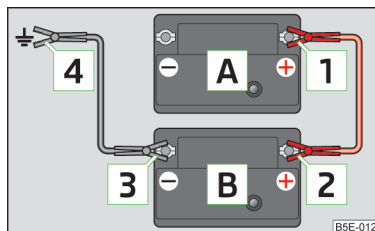

Fig. 184
- Conectar el borne  al polo positivo de la batería descargada  » fig. 184.